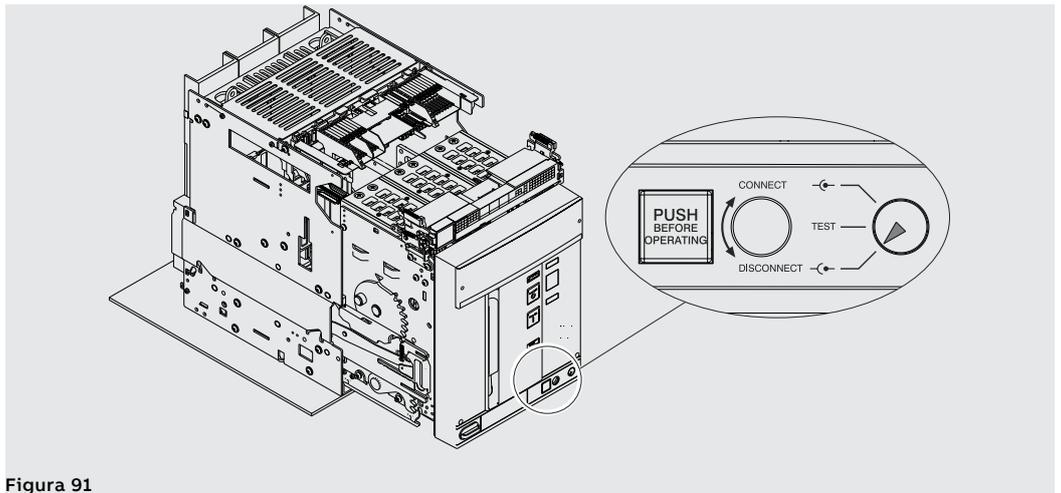

Figura 91
6. Verificare che il segnalatore indichi la posizione **DISCONNECT**. Vedi Figura 91.